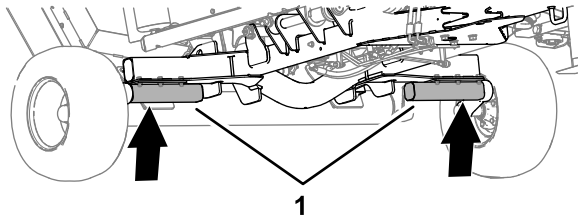

Bild 39
1. Heben Sie den Mäher an den Achshälften an, wie in Bild 39 dargestellt.